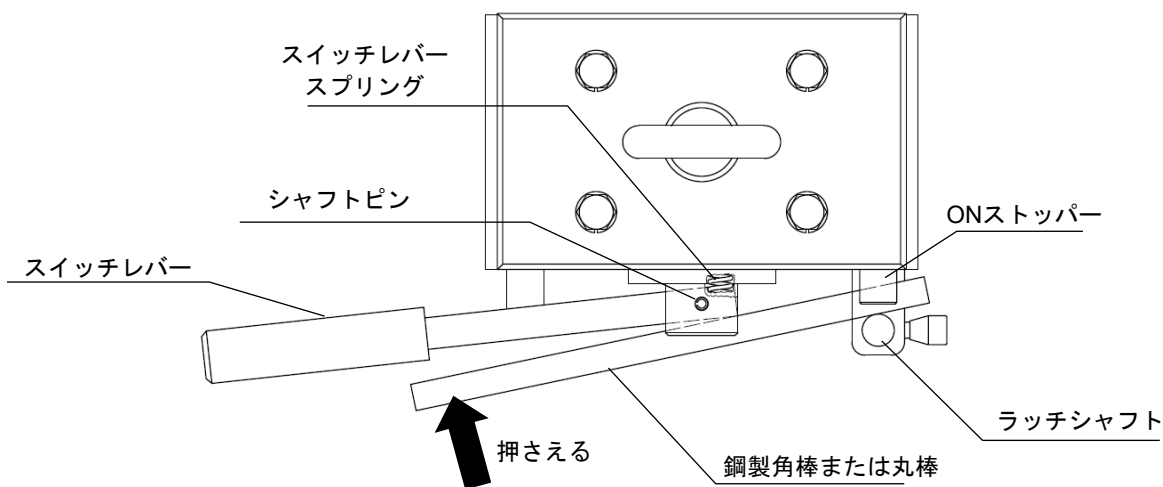

図12-2 シャフトピンの打ち込み
- ◆穴合わせは、図12-2のように鋼製角棒□10×10×長さ約200mmまたは丸棒φ10×長さ約200mmをラッチシャフトに引っ掛け、スイッチレバーを押しながら合せて、シャフトピンを打ち込む。
- スイッチカバーを取付ける。（(1) スイッチカバー②取付を参照）